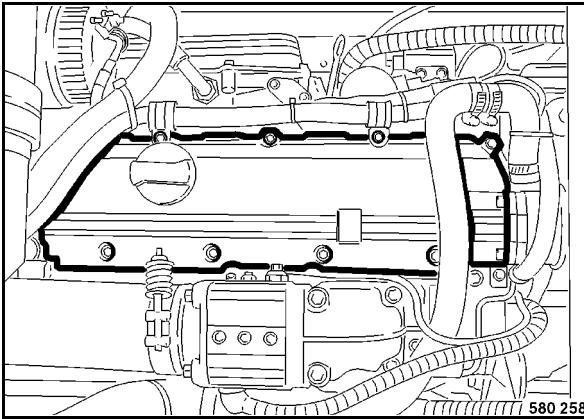

Fig. 154
- Desmontar la tapa de la culata (Fig. 154).